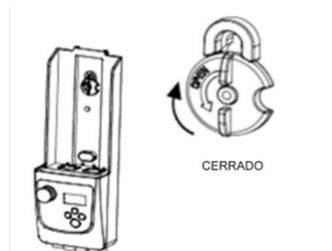

IMAGEN 3
3. Gire la cerradura 90 grados a la derecha y bloquee la caja de control (Imagen 3)